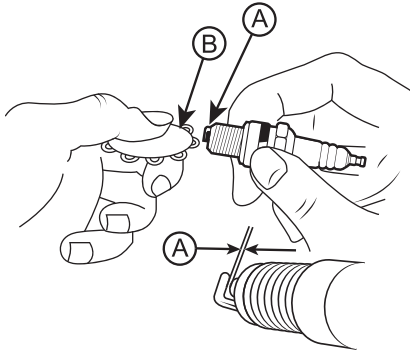

Рис. 17 Обслуживание свечи зажигания
4. Измерьте зазор А между электродами специальным щупом В. Зазор должен быть 0,7-0,8 мм (Рис. 17). При увеличении или уменьшении требуемого зазора, рекомендуется заменить свечу, так как регулировка зазора может привести к изменению качества искрообразования.